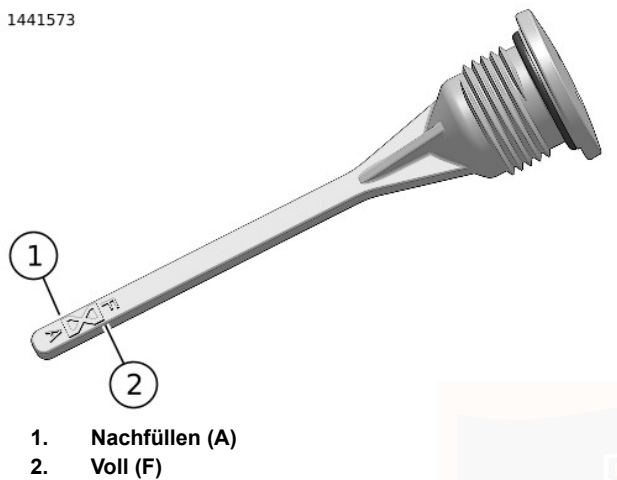

Abbildung 67. Getriebschmiermittelstand
4. Siehe Abbildung 67. Den Einfüllverschlussstopfen/Ölmessstab entfernen. Den Schmiermittelstand auf dem Ölmessstab prüfen. Der richtige Ölstand liegt zwischen den Markierungen Add (A) (1) und Full (F) (2).
1. Siehe Abbildung 67. Den Getriebeeinfüllverschlussstopfen/Ölmesstab entfernen.
6. Den Schmiermittelstand prüfen. Ausreichend Schmiermittel zugeben, bis der Füllstand zwischen den Markierungen A (Hinzufügen) und F (Voll) liegt. Siehe Abbildung 67.